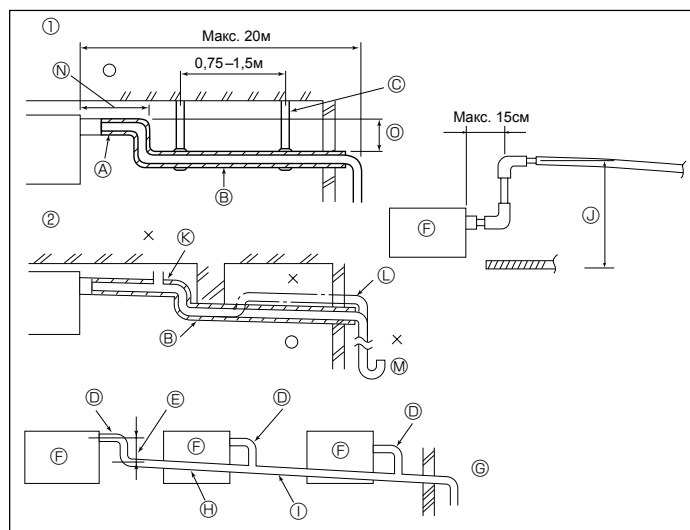

Рис. 3-4
3.3. Дренажные трубы (Рис. 3-4)
- ① Правильное соединение труб
- ② Неправильное соединение труб